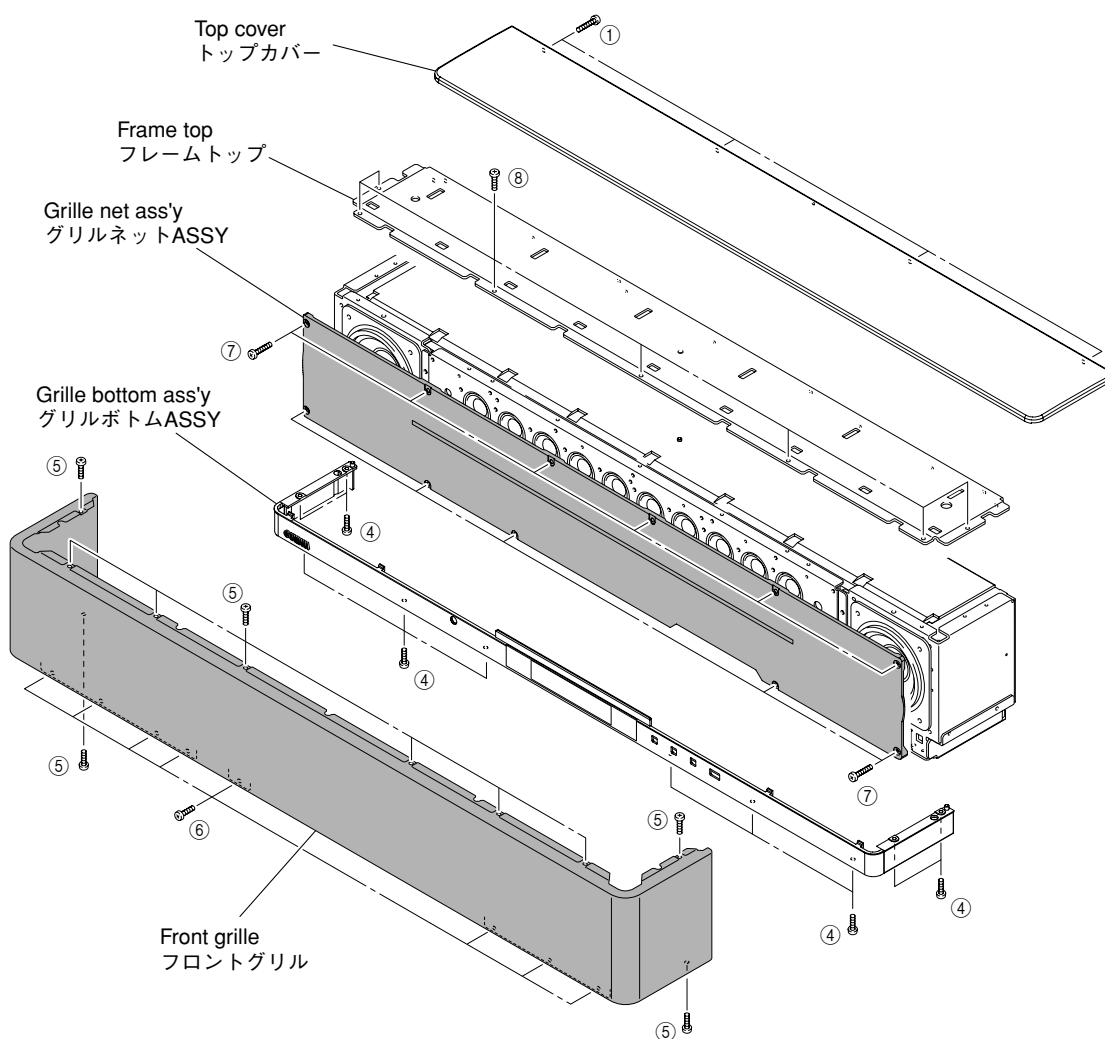

Fig. 2
- Remove 4 screws (①). (Fig. 2)
- Slide the top cover rearward to remove it. (Fig. 2)
- Remove 10 screws (④). (Fig. 2)
- Remove the grille bottom ass'y. (Fig. 2)
- Remove 10 screws (⑤) and 8 screws (⑥). (Fig. 2)
- Remove the front grille. (Fig. 2)
- Remove 11 screws (⑦). (Fig. 2)
- Remove the grille net ass'y. (Fig. 2)
- Remove 7 screws (⑧). (Fig. 2)
- Remove the frame top. (Fig. 2)
- ①のネジ4本を外します。(Fig. 2)
- トップカバーを後方へスライドさせ、取り外します。(Fig. 2)
- ④のネジ10本を外します。(Fig. 2)
- グリル ボトムASSYを取り外します。(Fig. 2)
- ⑤のネジ10本、⑥のネジ8本を外します。(Fig. 2)
- フロントグリルを取り外します。(Fig. 2)
- ⑦のネジ11本を外します。(Fig. 2)
- グリルネットASSYを取り外します。(Fig. 2)
- ⑧のネジ7本を外します。(Fig. 2)
- フレーム トップを取り外します。(Fig. 2)